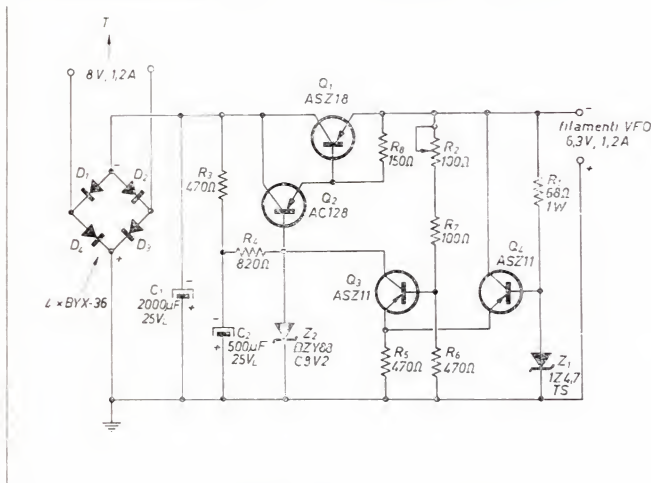

figura 3
Allo scopo di aumentare la stabilità del VFO di per se già elevata la tensione dei filamenti è stata stabilizzata utilizzando l'alimentatore stabilizzato il cui schema è riportato in figura 3.
Il trasformatore di alimentazione (T_1 figura 3) non è stato inserito nel VFO perché è preferibile una sua sistemazione all'esterno del VFO stesso.
- 1) Prima di collegare l'alimentatore stabilizzato in figura 3 ai filamenti regolare R_2 per una tensione di uscita di 6,3 V. Solo dopo avere effettuata questa regolazione l'uscita dell'alimentatore stabilizzato può essere collegata ai filamenti del VFO.